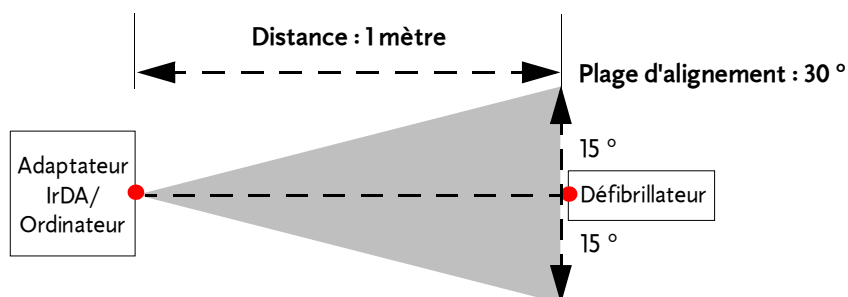

Figure 4-1 Connexions IrDA
Des adaptateurs IrDA sont disponibles pour les ports série ou USB. Suivre les instructions d'installation et d'utilisation fournies avec l'adaptateur en s'assurant que le support de l'adaptateur (extrémité de réception) est positionné sur une surface stable. La Figure 4-1 indique comment positionner le défibrillateur et l'adaptateur IrDA avant d'établir une transmission.
**Remarque :** Le cône ombré illustré à la Figure 4-1 représente les paramètres approximatifs pour le positionnement du port IrDA du défibrillateur face à l'adaptateur IrDA. Au fur et à mesure que la distance s'accroît entre les deux, la plage d'alignement possible augmente en conséquence.